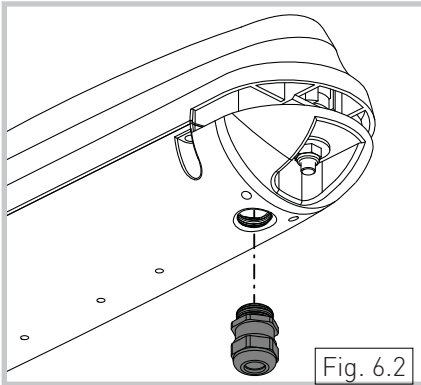

Fig. 6.2
- monter la presse-étoupe sur l'automatisme et le fixer dans le trou fileté présent dans la fusion (Fig. 6.2 et 6.3) ;